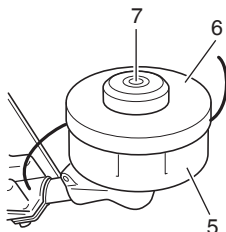

Fig. 3
- Vérifiez s'il y a des fissures ou d'autres dommages sur le couvercle (5), le boîtier (6) et les autres composants. (Fig. 3)
- Vérifiez si le boîtier et le bouton sont usés. S'il y a un trou au bas du bouton (7), changez immédiatement les nouvelles pièces. (Fig. 3)